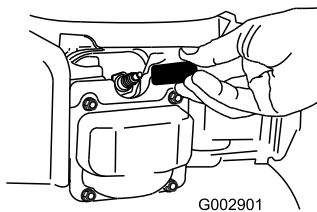

Figura 37
2. Staccate il cappello dalla candela (Figura 37) prima di eseguire interventi di manutenzione.